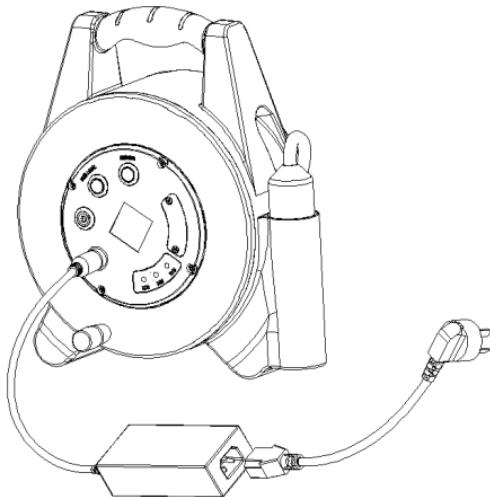

图11 标定仪外部供电示意图
- 按照图11所示，将12V电源适配器输出端连接到设备电源输入接口。
- 按照图11所示，将三脚电源线一端接入电源适配器，另一端插入220V AC电源插座，且确保插座能提供1.5A以上的电流。